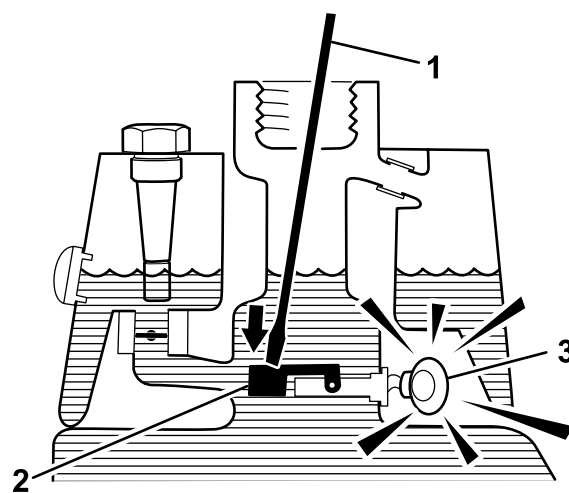

Figura 54
3. Insira uma barra ou uma chave de parafusos no bocal do depósito e empurre com cuidado o comutador (Figura 54) para baixo. O alarme deverá ser ativado ao fim do período de desfasamento de um segundo.